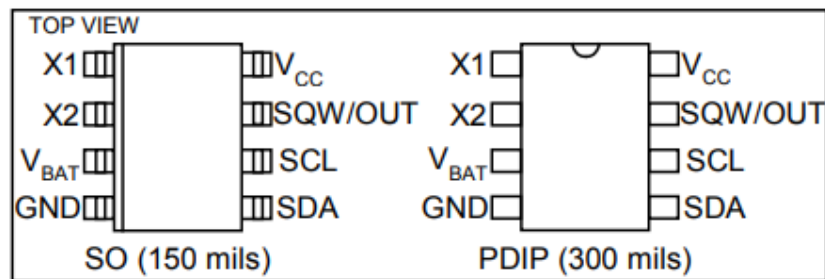

Figura 2: Pinout del integrado DS1307.
6. El integrado principal del módulo es el DS1307, que es un reloj/calendario, el cual se puede decir que funciona como un módulo *slave* (esclavo) y que tiene como *master* (maestro) al arduino FioV3, esto se logra mediante el protocolo I^2C . El *pinout* del integrado se puede ver en la Figura 2.